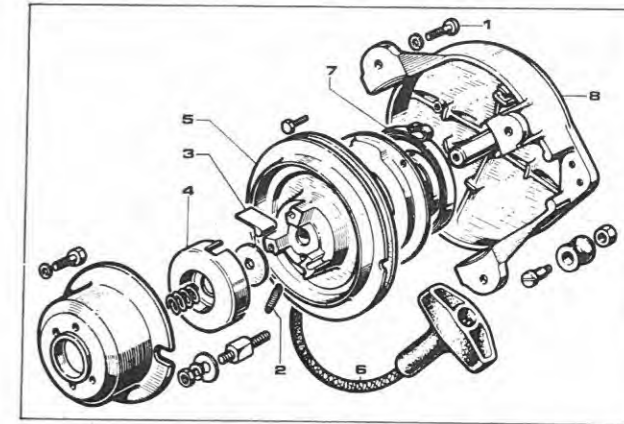

Fig. 48
C'est un dispositif de démarrage manuel, qui par l'action d'un ressort enroule la cordelette sur la poulie après le démarrage. En tirant la cordelette, trois doigts mobiles s'engagent dans un moyeu denté, fixé sur le volant, en le faisant tourner avec la poulie. En relâchant la cordelette, la tension du ressort re-entortille la cordelette sur la poulie. Les doigts mobiles se libèrent à cause de l'inclinaison des dents. De telle façon le moyeu se dégage du lanceur automatique. S'il ne fonctionne pas, le lanceur automatique peut être démonté en dévissant les quatre boulons (1) qui le fixent au carter de refroidissement (Fig. 48), ainsi le moteur peut être démarré à l'arrachée par cordelette. Les moteurs avec lanceur automatique ont un arbre à cames avec décompression automatique (page 13).
It is a hand starting device whose spring action rewinds the rope once the engine has started. Upon pulling the rope, three moving dogs engage with the internal ratchet gear of the hub, fitted to the flywheel, so starting to turn the flywheel. Spring tension rewinds the rope, as this is released. Engaging dogs are sled off by the shape of the gear teeth, to prevent rewind starter pulley to turn with engine hub. When self-rewind starter does not work satisfactorily, the whole starter assembly can be removed by slackening the four screws (1) (Fig. 48). Engine may now be started inserting a rope in the flywheel hub, in the normal rope starting way. On engines equipped with rewind starter, automatic decompressor is fitted to the camshaft (pag. 13).
Check helical return springs (2) (Fig. 48) and replace them if engaging dogs (3) do not slide out. Check that springs (2) are properly attached to the cap (4) and the pulley (5). When the rope (6) breaks, dismantle the pulley (5), after following procedure to release spiral spring (7) tension has been adhered to:
- place the rope in the pulley groove (5);
- let the pulley turn back until spring (7) has lost tension completely;
- remove pulley and replace rope (6) bending in the rope ends to fit the metal ring, so that pulling tension is exerted only on the housing sides and not on cable passage hole;
- assemble pulley (5) inserting spiral spring (7) terminal into its socket;
- restore tension of spiral spring (7) by rotating pulley (5) 2+3 turns with completely unwound rope.
Beim Loslassen des Seiles ermöglicht die Spannung der Feder das Wiederaufwickeln des Seiles auf seiner Scheibe. Die geneigte Nabenverzahnung schiebt die beweglichen Lamellen zurück, die dadurch ausgekoppelt werden. Der Reversierstarter kann, falls beschädigt, entfernt werden, indem man die vier Bolzen (1) abschraubt, mit denen er an der Kühlerhaube befestigt ist (Abb.48). So kann der Motor per Hand durch Anwerfseil angelassen werden.